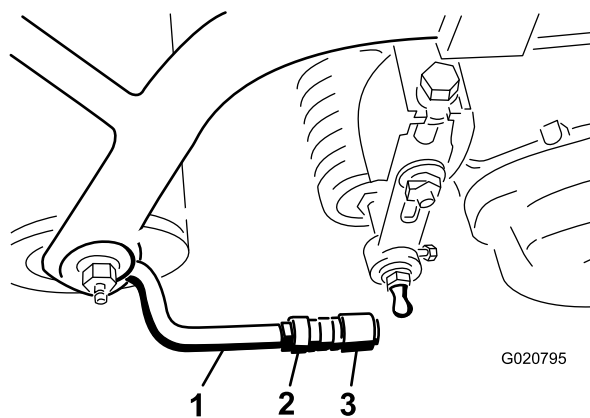

Figure 8
- Alignez les douilles de rotule de sorte que le côté ouvert soit centré vers la tige de rotule, puis serrez les écrous de blocage pour fixer les douilles en position (Figure 8).